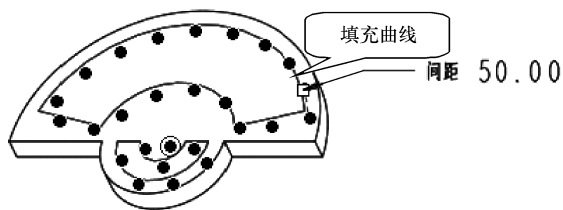

图 8-49 填充阵列参照选取
- (2) 选择底板上的孔。
- (3) 单击【编辑特征】工具栏中的【阵列】按钮，消息区弹出【阵列】操控板。
- (4) 在操控板的对话框中【阵列方式】下拉列表框中选择【填充】选项。
- (5) 单击激活对话框中的【填充范围】收集器，在模型上选择基准曲线作为填充范围曲线。
- (6) 在对话框的【填充方式】下拉列表框中选择【曲线】方式。
- (7) 在对话框的【实例间距】组合框中输入“50”，按〈Enter〉键确认，图形区如图 8-49 所示。